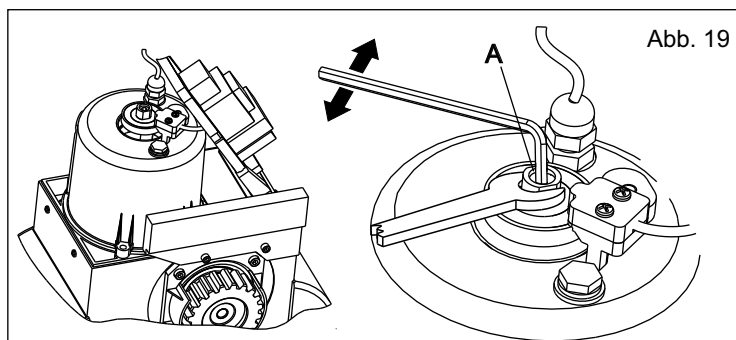

Abb. 19
9.2. Den Stift "A" (Abb. 19) wie folgt drehen: